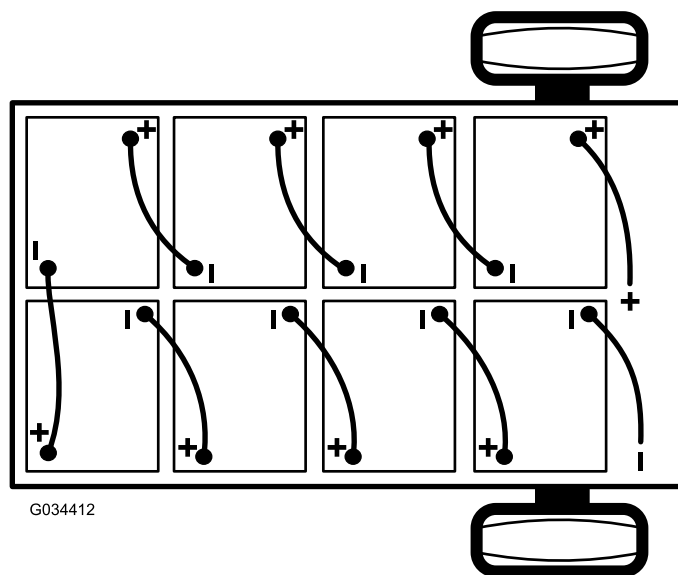

Figure 40
2. Débranchez le câble négatif principal (noir) de la batterie qui relie la rangée de batteries au point de masse de la machine (Figure 40).
3. Débranchez le câble positif principal (rouge) qui relie la rangée de batteries au contacteur principal de la machine (Figure 40).
**Remarque:** Tenez compte de la polarité lors de la mise en place des batteries neuves (Figure 40).
6. Reliez les batteries entre elles, comme montré à la Figure 40, avec les câbles d'interconnexion que vous avez retirés à l'opération 1.
2. Branchez le câble positif principal (rouge) entre la rangée de batteries et la machine (Figure 40).
3. Branchez le câble négatif principal (noir) entre la rangée de batteries et la machine (Figure 40).